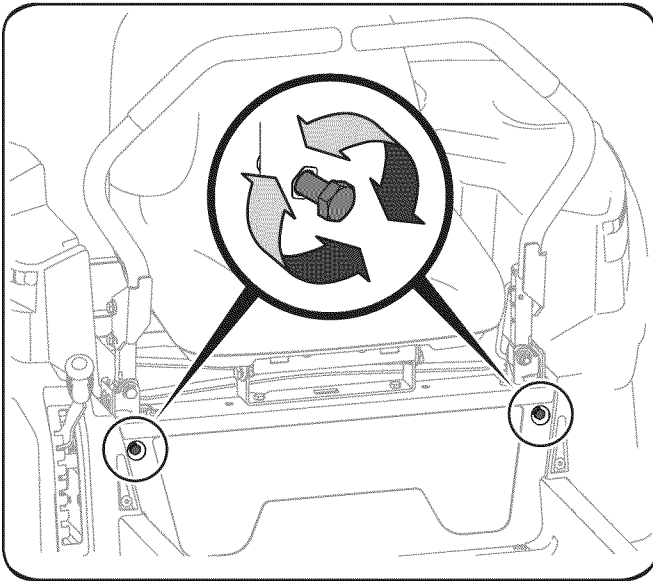

Figura 27
2. Localice los tornillos de ajuste de tope de la palanca de control de desplazamiento en la parte delantera del bastidor del asiento. Consulte la Figura 27.